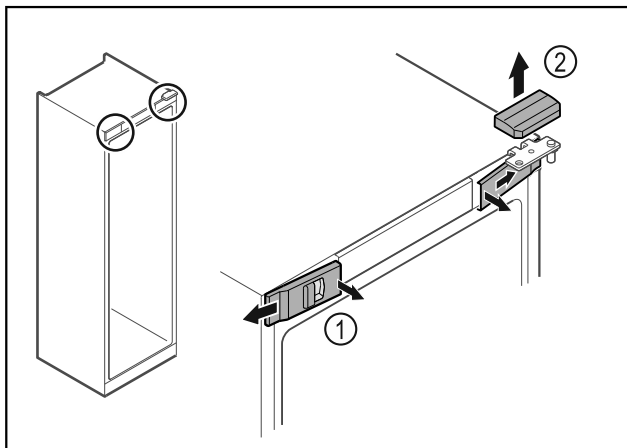

Fig. 10
- ▶ Lossa skydden fram Fig. 10 (1) på insidan och ta av dem åt sidan.
- ▶ Ta av det övre skyddet Fig. 10 (2) uppåt.